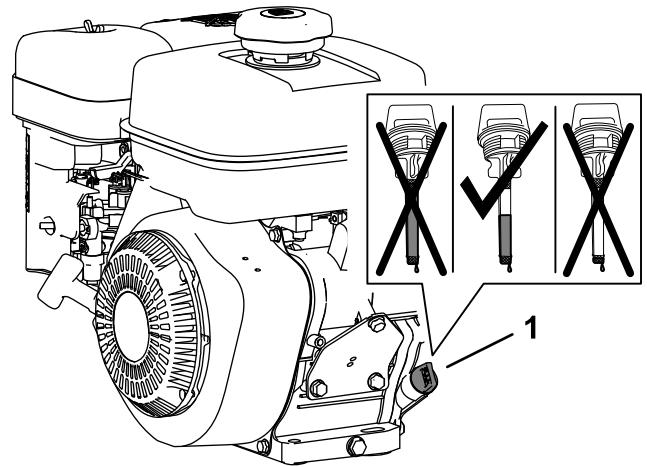

Bild 10
1. Entfernen Sie den Peilstab aus dem Einfüllstutzen des Motors und wischen Sie ihn mit einem sauberen Lappen ab (Bild 10).
2. Füllen Sie langsam 0,6 l des angegebenen Öls durch den Einfüllstutzen in das Kurbelgehäuse des Motors (Bild 10).
4. Entfernen Sie den Peilstab vom Einfüllstutzen und kontrollieren Sie auf den Ölstand auf dem Peilstab (Bild 10).
6. Schrauben Sie den Peilstab handfest im Einfüllstutzen ein (Bild 10).